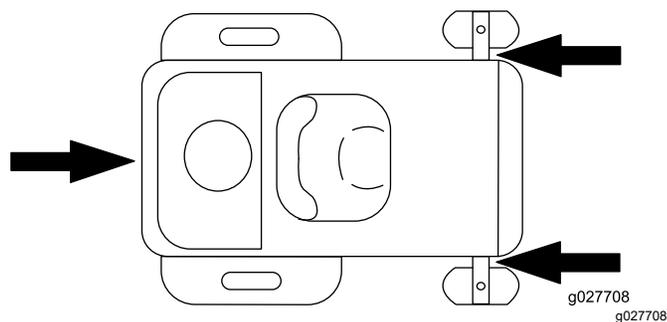

Рисунок 33
6. С помощью строп, цепей, тросов или канатов закрепите машину в точках, расположенных рядом с передними поворотными колесами и на задней части рамы (Рисунок 33).